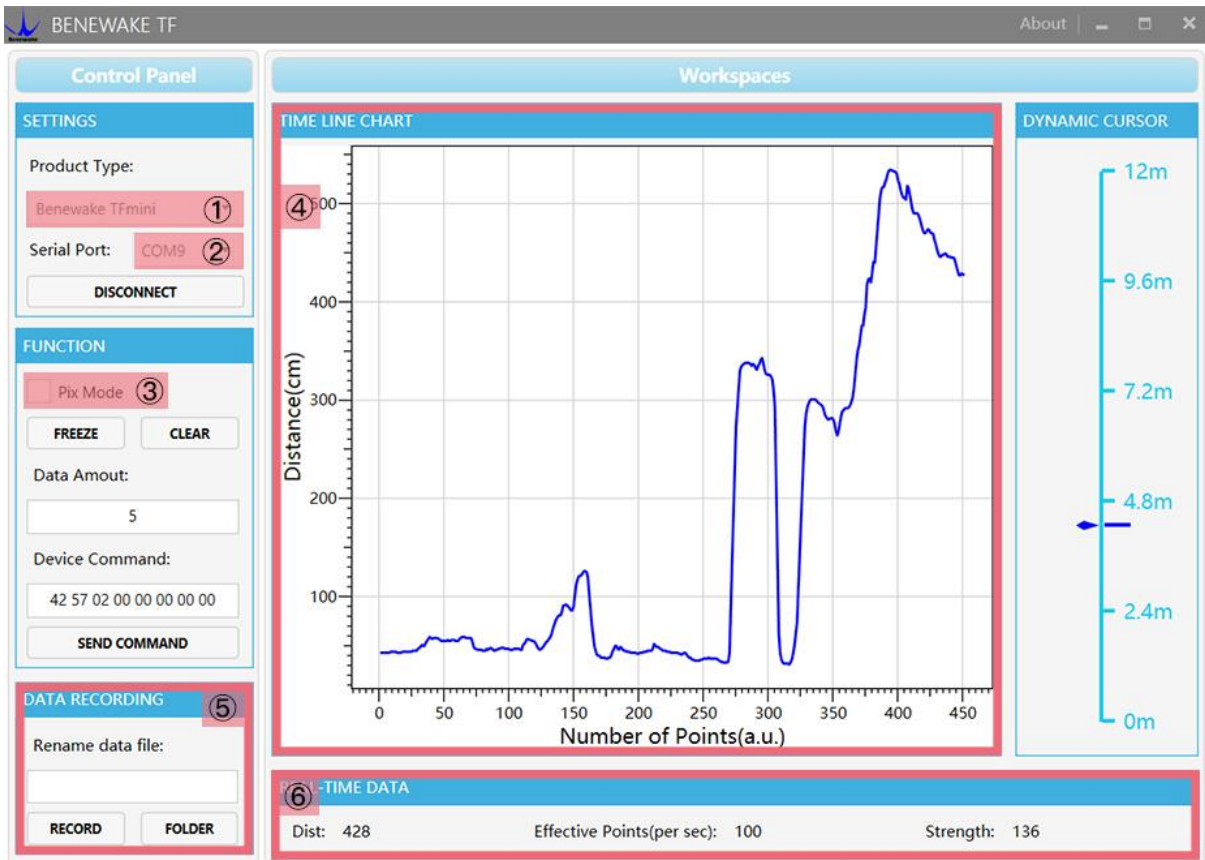

图 3 上位机界面及显示
打开 TF 上位机, 如图 3, 选择『① TF02』, 并选择自动识别的占用串口 (这里是『② COM9』)。